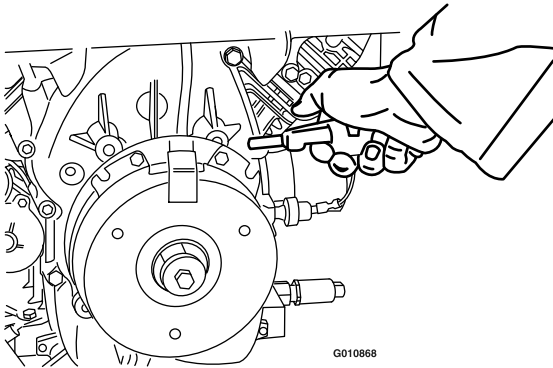

Bild 73
2. Blasen Sie mit einem Luftkompressor Rückstände unter dem Bremsschaft und um die Bremsendistanzstücke heraus (Bild 73).